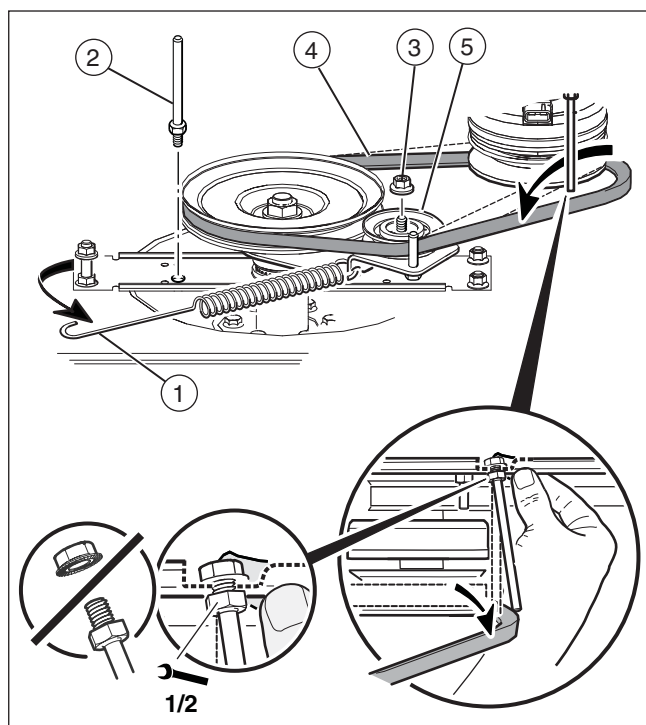

Figura 34
2. Separe a mola de extensão (1) do suporte da plataforma do corta-relva.
3. Desaperte a guia da correia (2) da polia de transmissão (consulte a **Figura 34**).
4. Remova a porca com flange (3) da parte de cima da polia de tensão (4) e remova a polia de tensão.